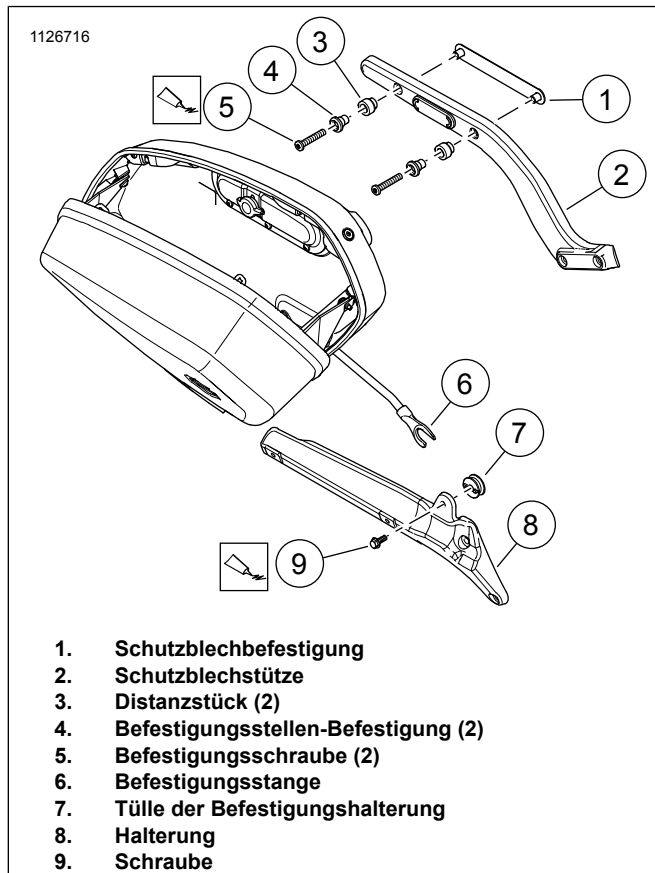
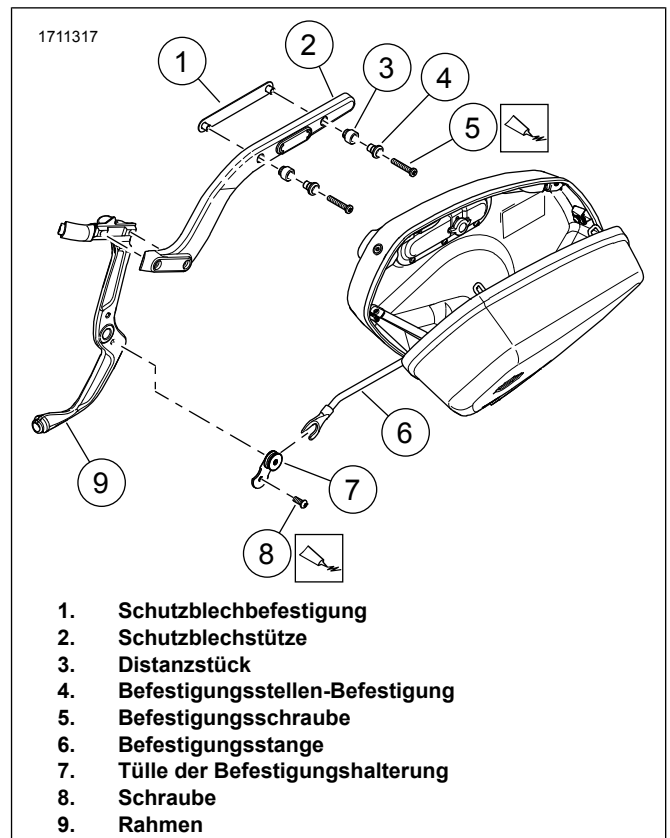

Abbildung 10. Rechte Satteltasche
Abbildung 11. Linke Satteltasche
1. Siehe Abbildung 10 und Abbildung 11 .
- a. Die Befestigungsstellen-Befestigungen (4) auf die Befestigungsschrauben (5) schieben.
- b. Die Distanzstücke (3) auf die Befestigungsschrauben (5) schieben.
- c. Gewindegewissungsmittel auf die Befestigungsschrauben (5) auftragen.
2. Siehe Abbildung 10. Die Tülle der rechten Befestigungshalterung anbringen.
- a. Gewindegewissungsmittel auf die Schraube (9) auftragen.
3. Siehe Abbildung 11. Die Tülle der linken Befestigungshalterung anbringen.
- a. Gewindegewissungsmittel auf die Schraube (8) auftragen.